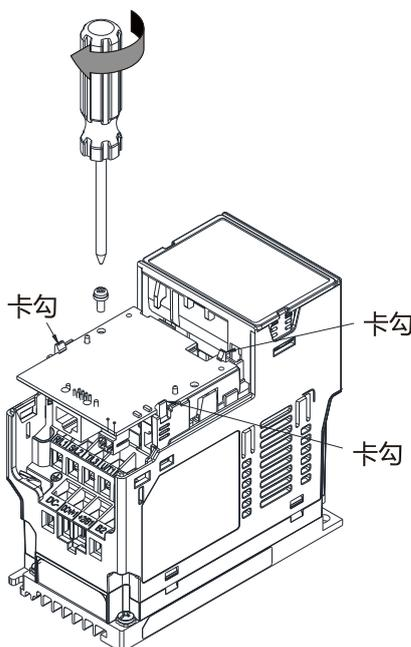

图 8-12
6. 确认三个卡钩确实卡住配件卡后，锁上螺丝（螺丝扭力建议值：4~6 kg-cm [3.5~5.2 lb-in.] [0.39~0.59 Nm]），如图 8-12 所示。